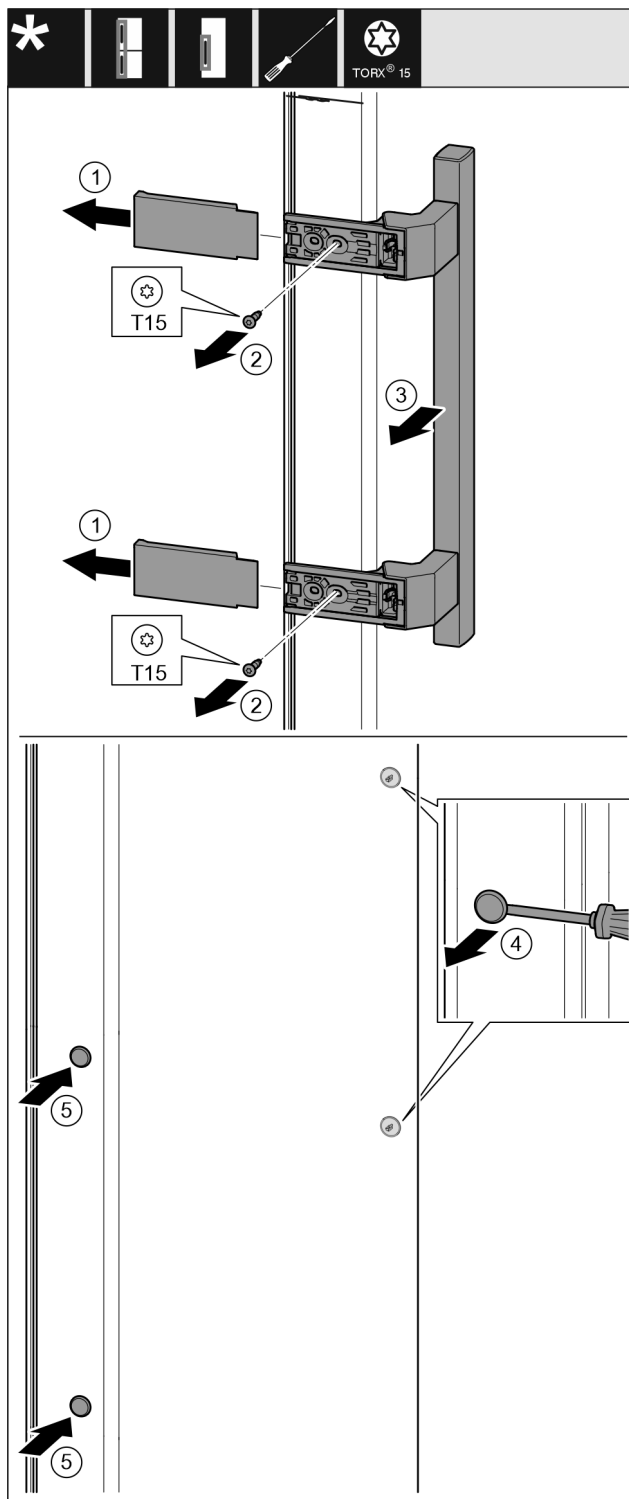

Fig. 10
- ▶ Снимите крышку. Fig. 10 (1)
- ▶ Выкрутите винты отверткой Torx 15. Fig. 10 (2)
- ▶ Снимите ручку. Fig. 10 (3)
- ▶ Осторожно поднимите шлицевой отверткой боковые заглушки и извлеките их. Fig. 10 (4)
- ▶ Снова вставьте заглушки с другой стороны. Fig. 10 (5)